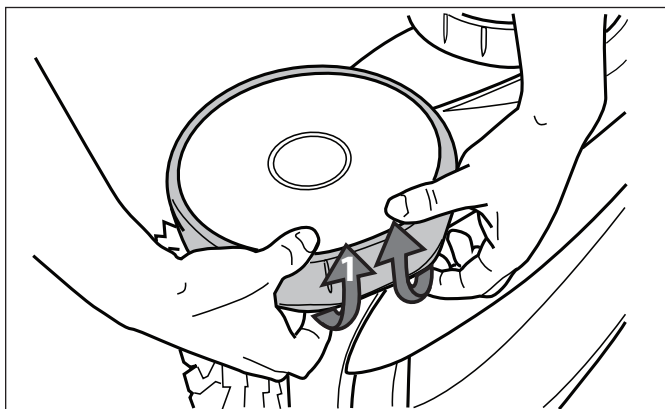

Figura 32. Jale el viejo neumático sobre la rueda
1. Tire de la parte interior del neumático viejo para quitar el borde del neumático de la rueda. Vea Figura 32.